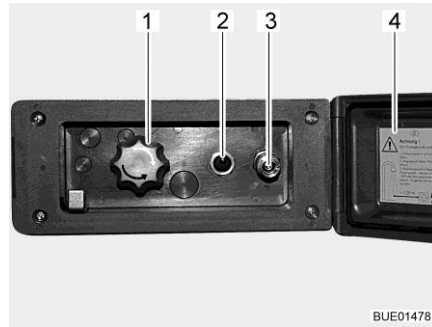

Bild 86 Duschanslutning utsida
- Lås upp och öppna locket (Bild 86,4).
- Anslut ytterduschens slang med snabbkopplingen (Bild 86,3).
- Koppla in vattenpumpen med brytaren (Bild 86,2).
- Ställ in vattentemperaturen enligt önskemål med vredet (Bild 86,1).
- Koppla ur vattenpumpen med brytaren (Bild 86,2).
- Stäng locket (Bild 86,4) och lås det med nyckeln.
- Ställ vredet (Bild 86,1) på mittläget.